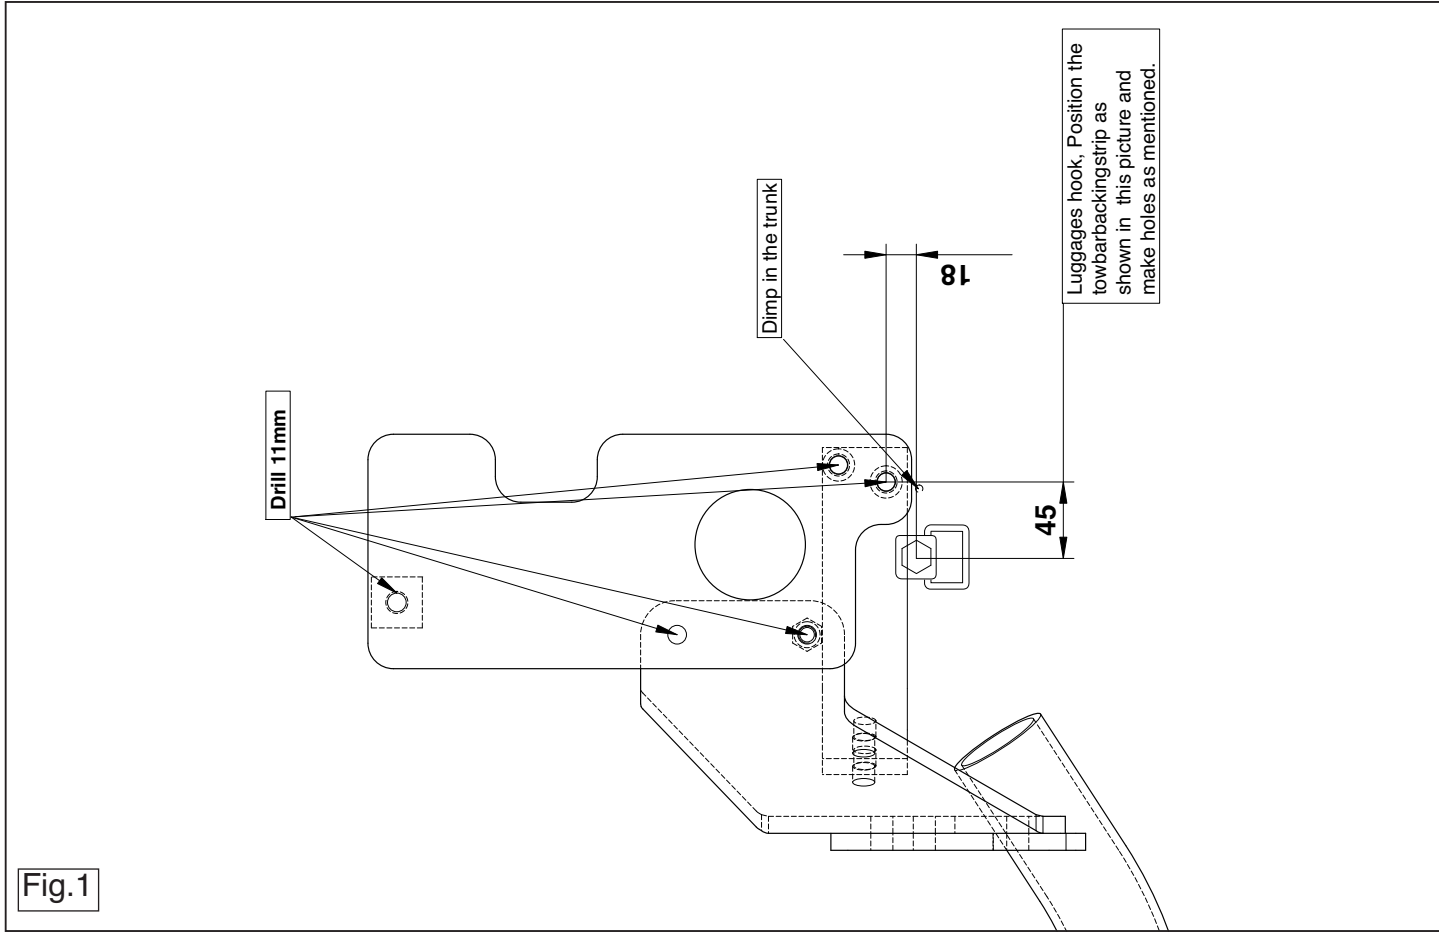

Fig.1
3. Поместить упорные пластины А, как указано на рис. 1.